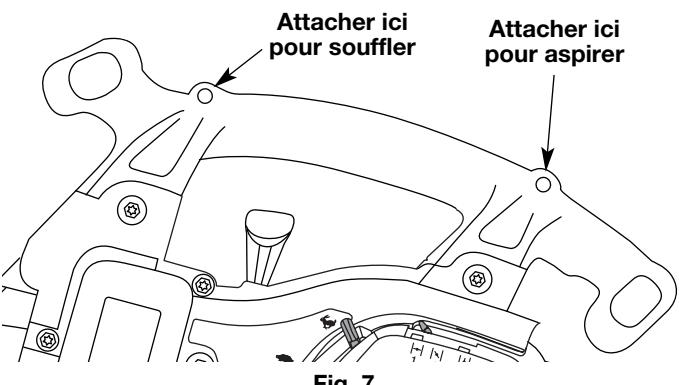

Fig. 7
- Enclinez le clip dans le support de fixation à l'avant ou à l'arrière de la poignée. Attachez à la partie antérieure de la poignée lorsque vous servez de la machine dans sa configuration souffleur, et attachez à la partie postérieure de la poignée lorsque vous servez de la machine en configuration aspirateur (Fig. 7).